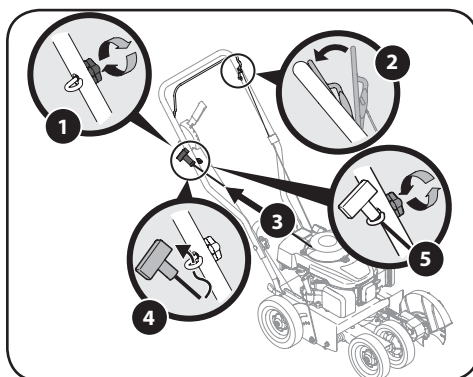

Figure 3-5
1. Le guide-câble et l'écrou papillon se trouvent dans le sac contenant le manuel. Utilisez l'écrou papillon pour fixer, sans trop serrer, le guide-câble sur le côté droit de la poignée supérieure. Voir Figure 3-5.
NOTE : Vous devez presser la commande d'arrêt du moteur contre la poignée supérieure pour pouvoir tirer la corde de démarrage. Voir Figure 3-5.